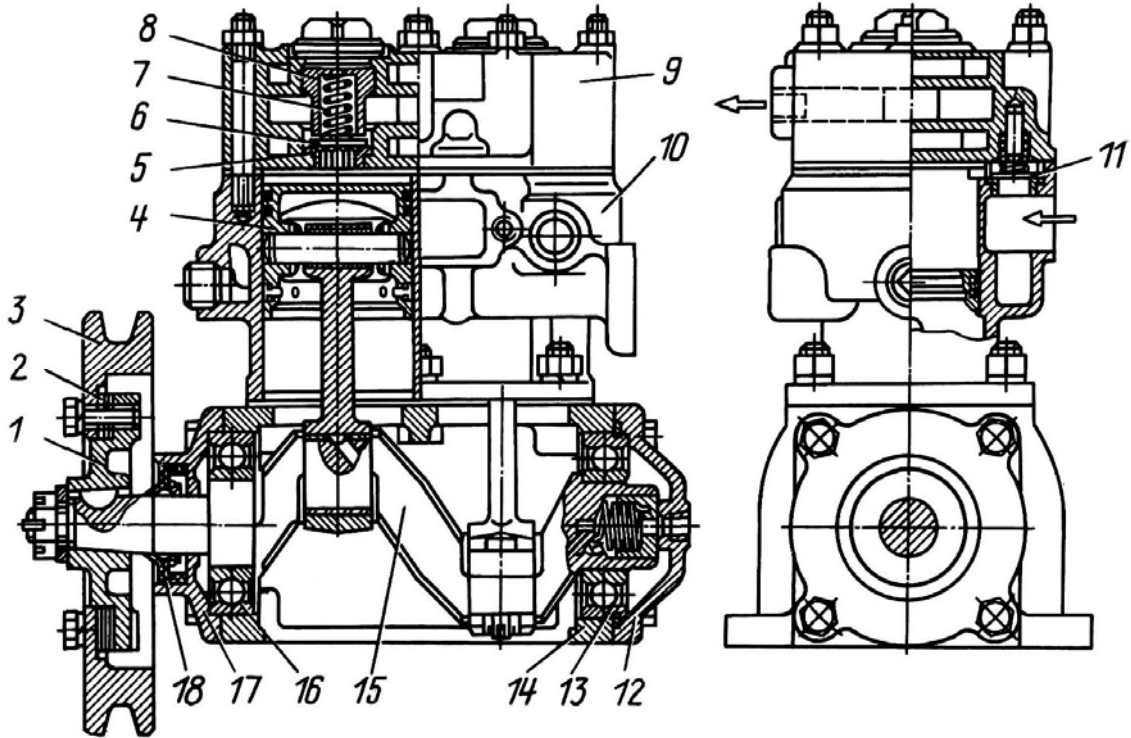

Рис.68. Компрессор:
2. Расшплинтовать и отвернуть гайку с шайбой крепления ступицы 1 (рис.68) шкива. Снять шкив 3 с помощью прессы и выбить сегментную шпонку из паза.
После испытаний установить компрессор на двигатель и отрегулировать взаимное положение ручьев шкивов вентилятора и компрессора. Регулировку производить с помощью прокладок 2 (см. рис.68).